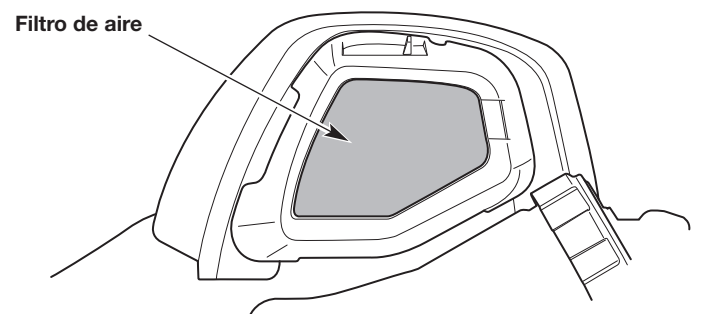

Fig. 23
2. Extraiga el filtro de aire (Fig. 23).
6. Vuelva a instalar el filtro de aire (Fig. 23).